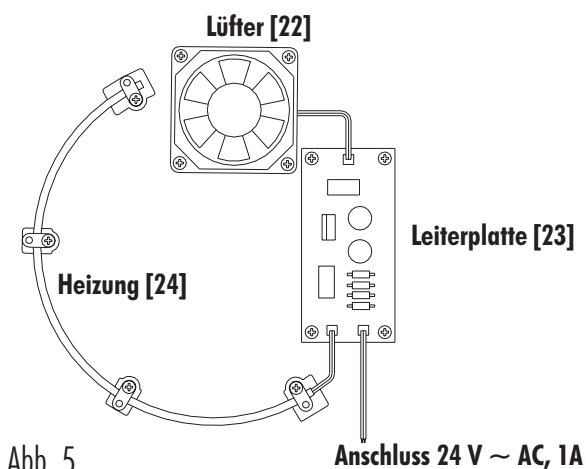

Abb. 5
- Schließen Sie sowohl die zwei Adern des 24 V ~ AC, 1 A Anschlusses, die sich an der Leiterplatte [23] des Gehäuses befinden (s. Abb. 5), als auch die zwei Adern des Netzgerätes, das aus der Wandhalterung kommt, an den entsprechenden männlichen Steckanschluss für die Stromversorgung an (s. Abb. 6).